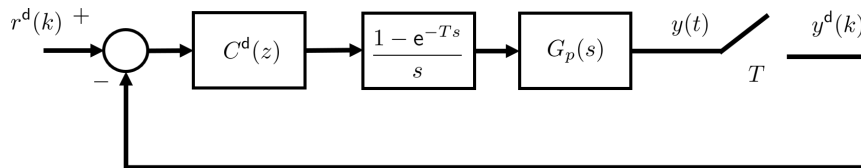

Figure 1: 폐루프 제어 시스템
b. MATLAB의 `step` 함수를 이용하여 $C^d(z) = C_{\text{lag}}^d(z)$ 일 때의 Figure 1의 폐루프 시스템의 단위 계단 응답을 그리세요.
a. $C^d(z) = K_p$ 라 하고, Figure 1의 폐루프 시스템을 안정하도록 하는 K_p 의 최대값 K_p^* 를 찾으세요.
로 하고, Figure 1의 폐루프 시스템을 안정하도록 하는 K_i 의 최대값 K_i^* 를 찾으세요.
로 하고, `step` 함수를 이용하여 Figure 1의 폐루프 시스템의 단위계단 응답을 그리세요.